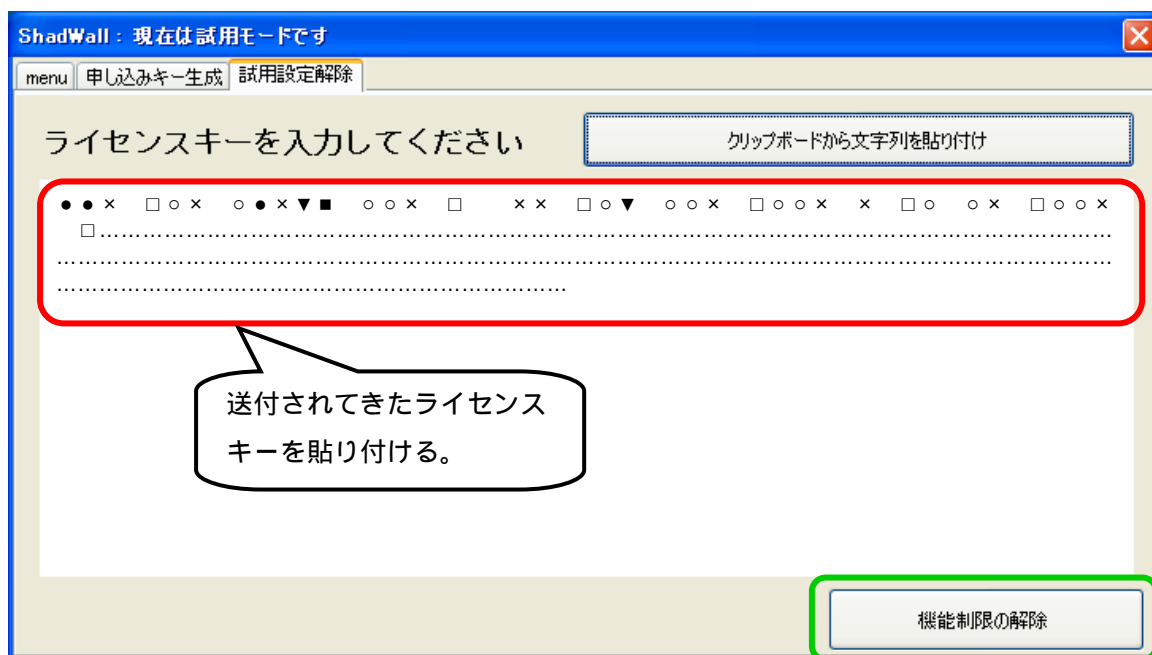

図 4-5 ライセンスキーの貼り付け
(9)送付されたライセンスキーを図 4-5 に示す画面に貼り付け、“機能制限の解除”を左クリックしてください。